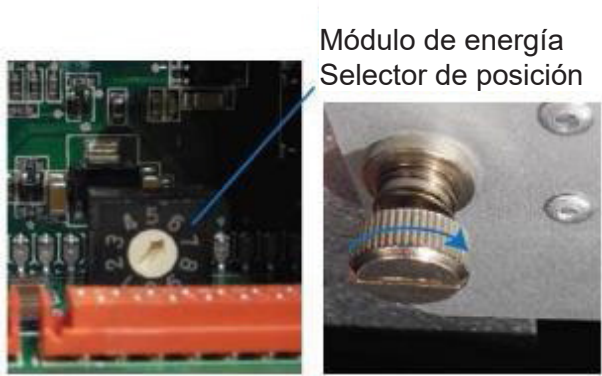

Figura 32 Selector de posición del módulo de energía
9.1.6.2. Usando un destornillador pequeño de punta plana (idealmente, con punta de 0,4 mm × 2 mm y no mayor que 0,7 mm × 3 mm), ajuste el selector de posición del módulo de energía (Figura 32) para que coincida con la posición del módulo de energía (Figura 33).